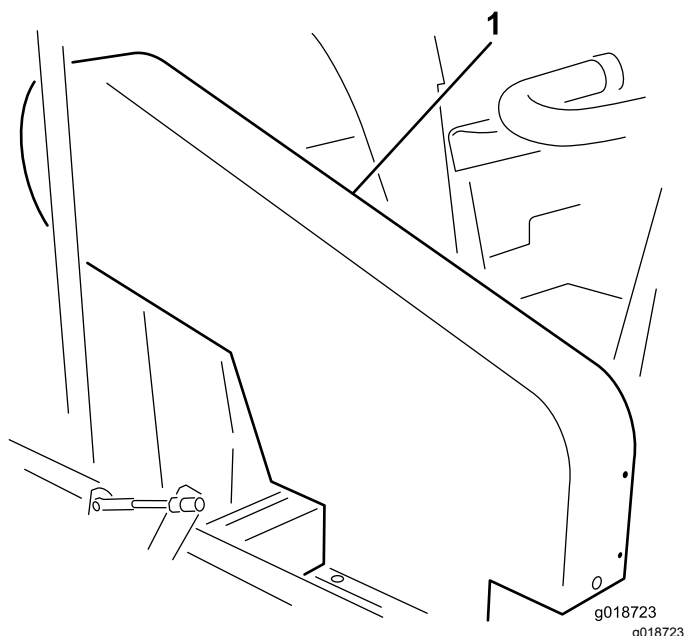

Figura 19
Nota: Non è necessario rimuovere il paracinghia superiore (Figura 19) per controllare la tensione della cinghia. Se togliete il paracinghia, togliete i 4 bulloni, le rondelle e i dadi che fissano la protezione al telaio. Non usate la macchina se le protezioni non sono montate.
Controllate la tensione premendo la cinghia al centro tra la puleggia della girante e della frizione con una forza compresa tra 18 e 22 N. La cinghia deve flettersi di 1,3 cm. Se la flessione non è corretta, fate riferimento a Regolazione della cinghia di azionamento della girante \(pagina 26\). Se la flessione è corretta, proseguite ad utilizzare normalmente la macchina (Figura 19).
Controllate la tensione premendo la cinghia al centro tra la puleggia dell'albero ausiliario e della frizione con una forza compresa tra 18 e 22 N. La cinghia deve flettersi di 6 mm. Se la flessione non è corretta, fate riferimento a Regolazione della cinghia dell'albero ausiliario \(pagina 26\). Se la flessione è corretta, proseguite ad utilizzare normalmente la macchina (Figura 19).
1. Rimuovete i 4 bulloni, le rondelle e i dadi che fissano la protezione superiore al telaio (Figura 19).